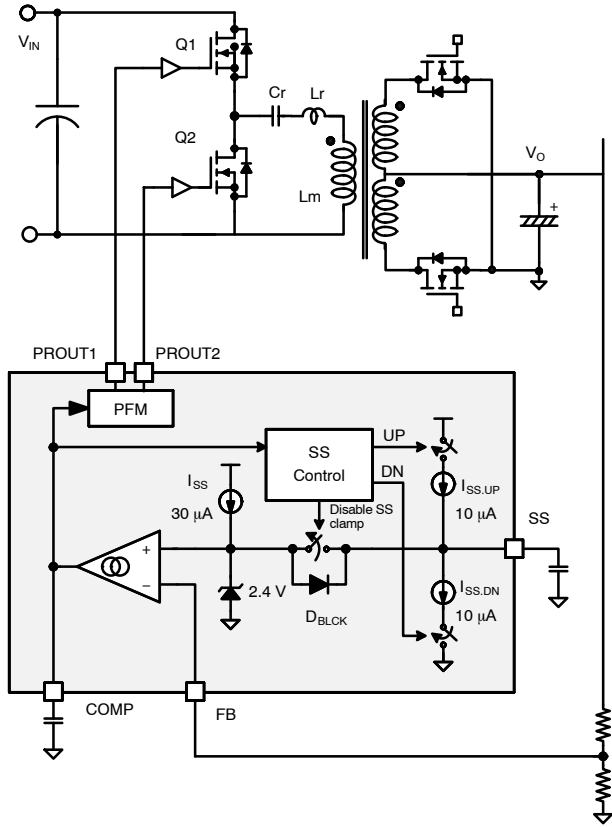

图 68. 闭环软启动的原理图
图 68 显示了反馈控制和闭环软启动的简化电路框图。在正常的稳态运行中, 软启动 (SS) 引脚将连接到箝位在 2.4 V 的误差放大器同相输入端。反馈环路在检测到的输出电压与 SS 引脚电压相同时运行。在启动期间, 内部电流源极 (I_{SS-T}) 会对 SS 电容器进行充电, SS 引脚电压将逐渐增加。由于处于闭环 SS 控制, 因此输出电压也会单调增加。